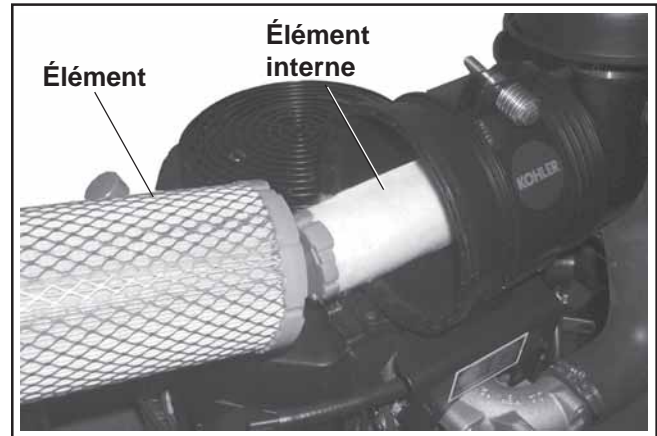

Figure 4-10. Dépose des éléments.
2. Sortir l'élément du filtre à air hors du carter. Voir la Figure 4-10.